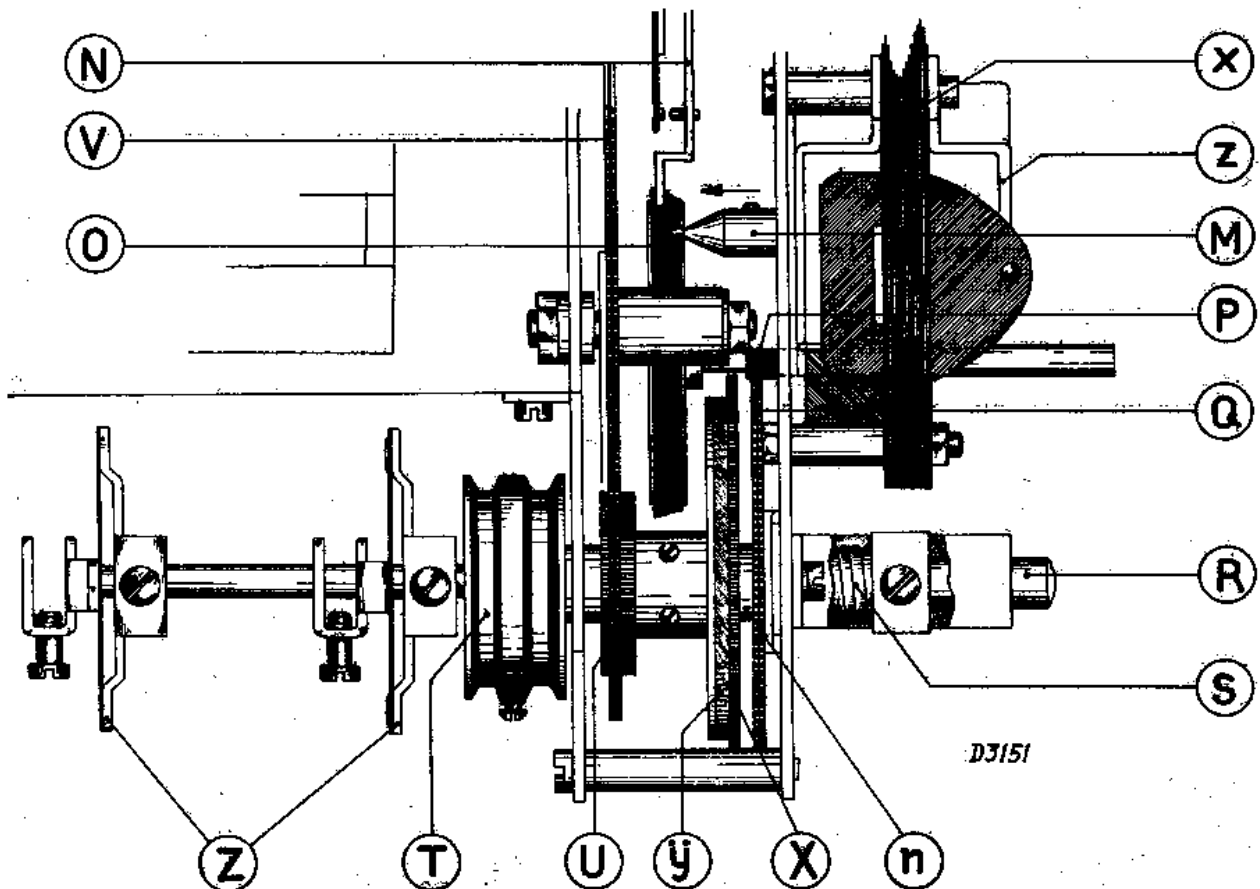

Fig. 12
En appuyant sur le bouton A (fig. 11) la touche dure B est enfoncée et arrêtée car le nez rond C tombe dans l'ouverture carrée D de l'étrier E. Cet étrier est d'abord poussé vers l'avant par C pour retomber sur C. De cette façon, on permet au ressort du pré-commutateur de l'accord silencieux F d'établir le contact avec la came G pendant la descente du bouton-poussoir. Lorsqu'on remplace le ressort F il est nécessaire de l'ajuster de telle manière que le processus de la commutation se fasse suivant la description ci-dessus. Le fait d'enfoncer le bouton dur provoque la compression du ressort monté sous celui-ci, par l'intermédiaire du doigt I, l'importance de cette compression étant déterminée par la limite d'enfoncement de la pointe d'arrêt H du doigt I dans la rainure du disque sélecteur. L'étrier J avec les cames a et b, qui y sont reliées est enfoncé d'une façon analogue par l'étrier I qui porte la pointe H, de ce fait, soit le ressort 3, soit le ressort 4 forme contact avec la came b (voir également sur les feuillets marqués A et sur le schéma de principe). En raison de la rotation du moteur le pignon M (fig. 12) va vers la gauche, (voir la flèche). Ce déplacement provoque le court-circuitage du groupe de ressorts N et le couplage entre M et O. Le pignon R, monté sur l'arbre avec disque O entraîne la roue d'engrenage Q. Par l'intermédiaire du ressort S, il existe un couplage par pression entre Q et l'arbre R, qui provoque la rotation de l'arbre principal des disques sélecteurs et également celle du condensateur variable par l'intermédiaire des engrenages U et V. Si la petite pointe d'arrêt H (fig. 11) vient à se loger dans un trou des disques sélecteurs, ceux-ci sont alors immobilisés. Ces disques et leur arbre sont
1. Défaire les deux pièces de couplage Z (fig. 12), les pousser totalement sur l'arbre de couplage et les enlever avec cet arbre.